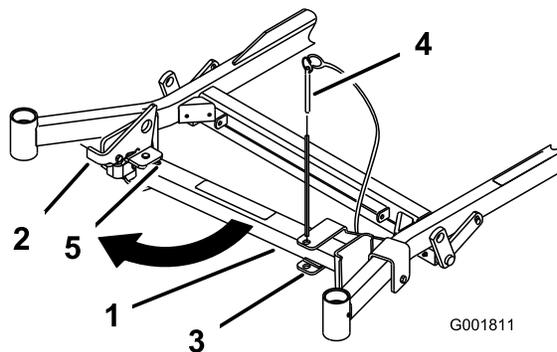
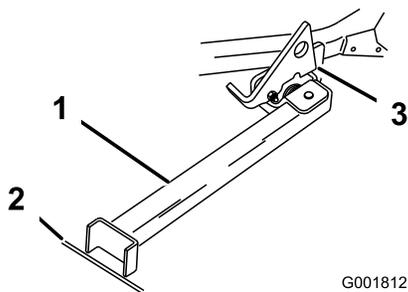

Figura 33
Figura 34
2. Retire o pino do suporte (Figura 33).
3. Levantar o trinco. Rode o pé do stand e faça deslizar o stand em direcção à máquina, para a parte de baixo da ranhura (Figura 33 e Figura 34).
- Coloque o pé do stand no solo e assente o trinco na patilha articulada (Figura 34).
Nota: Para obter melhores resultados, coloque o pé do stand em junções nos passeios ou na relva (Figura 34).
- Avance para o stand. Pare quando o trinco passar pela patilha para a posição bloqueada (Figura 34). Quando estiver no stand, engate o travão de mão e desligue o motor.
- Volte a colocar o stand na posição de descanso (Figura 33).